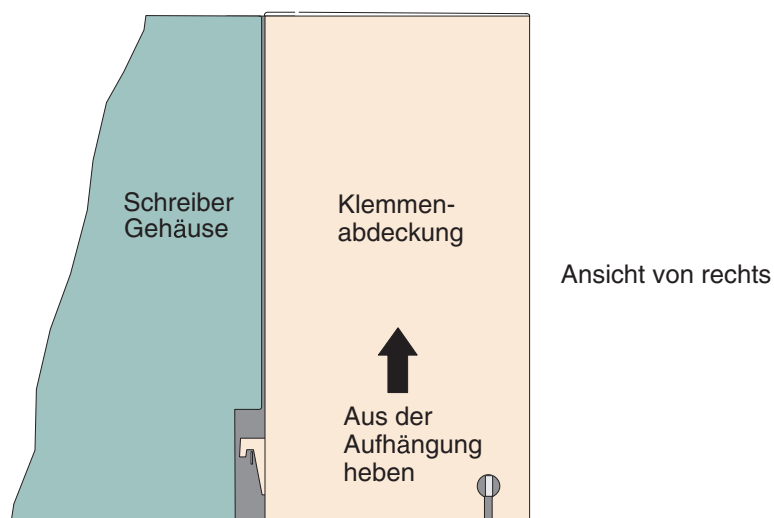

Abb. 15.2.2c Klemmenabdeckung aus der Aufhängung heben
7. Schließen Sie den Klemmenabdeckung und heben Sie für die Verankerung am Gerät den Deckel hoch, wie in Bild 15.2.2c gezeigt.